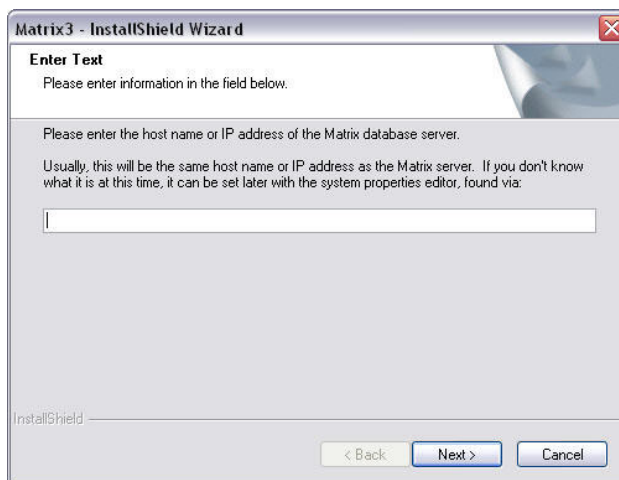

FIG. 18
11. Para realizar una instalación personalizada, se le solicitará que proporcione el nombre del host o la dirección IP del servidor Matrix en la pantalla que se representa en la Fig. 18.